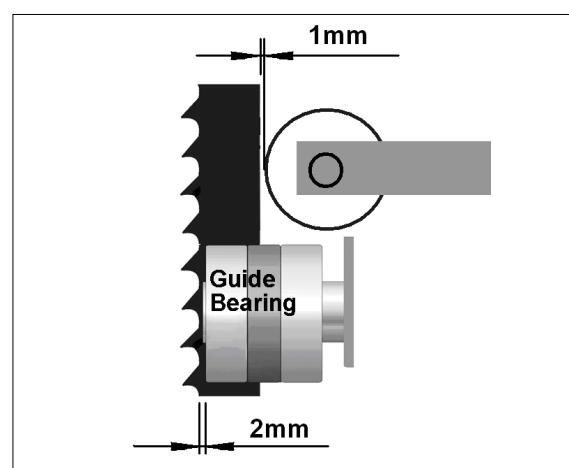

Fig 41
Positionnez l'ensemble du guide vers l'avant/ l'arrière afin que les dents restent à une distance d'environ 2mm des rouleaux du guide (Fig 41).
Réglez le rouleau de guide arrière afin que la distance vers la lame de la scie soit de 1mm (Fig 41).
Positionnez l'ensemble du guide vers l'avant/l'arrière afin que les dents restent à une distance d'environ 2mm des rouleaux du guide (Fig 41).
Réglez le rouleau de guide arrière avec la vis de réglage (P) afin que la distance vers la lame de la scie soit de 1mm (Fig 41).